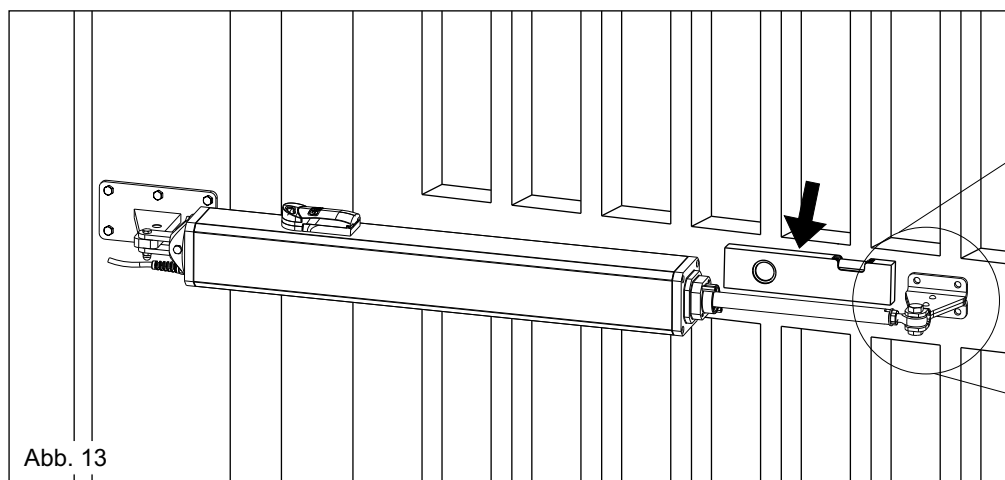

Abb. 13
- 4) Den Antrieb in eine komplett horizontale Lage bringen und dann die Position der Vorderbefestigung markieren (Abb. 13)